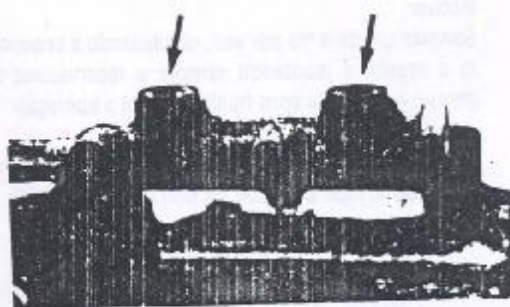

Figura 6.11.1 - Borrachas de vedação do reservatório
3. Remover os anéis de borracha de vedação do reservatório de fluido (Figura 6.11.1).
5. Instalar os anéis de borracha de vedação do reservatório de fluido (Figura 6.11.1).